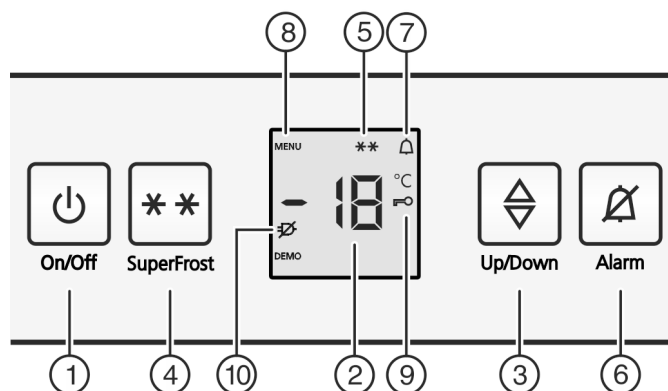

Fig. 2
- Pritisnite tipku za On/Off Fig. 2 (1).
- Aktiviranje načina rada s namještanjem: Pritisnite tipku SuperFrost Fig. 2 (4) oko 5 sekundi.
- Na zaslonu se prikazuje simbol 'izbornik' Fig. 2 (8).
- Tipkom SuperFrost Fig. 2 (4) kratko potvrditi.
- Simbol 'osiguranje za djecu' Fig. 2 (9) svijetli na zaslonu.
- Kratko pritisnite tipku On/Off Fig. 2 (1).
- Simbol 'osiguranje za djecu' Fig. 2 (9) se gasi.
- Pritisnite tipku za alarm Fig. 2 (6).
Istovremeno trepće indikator temperature i simbol za alarm Fig. 2 (7).
Zvučni alarm se automatski gasi, simbol za alarm Fig. 2 (7) se gasi, a indikator temperature prestaje treptati, kada je temperatura ponovo dovoljno niska.